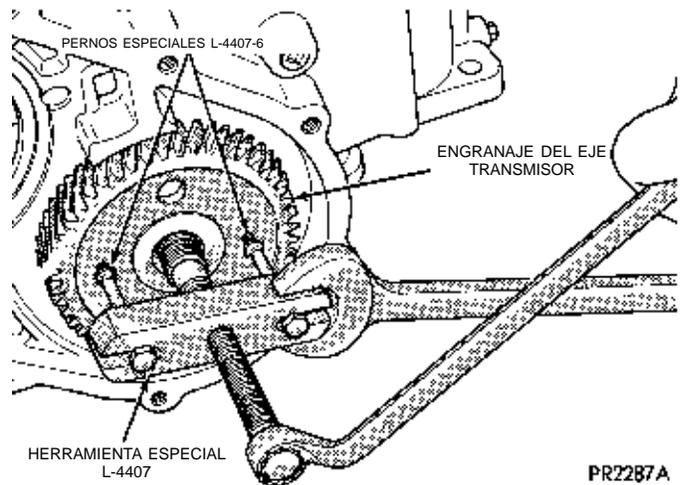

**Fig. 155 Extracción de la brida del estribo y el engranaje**
- (3) Retire la brida del engranaje transmisor y el estribo (Fig. 155).